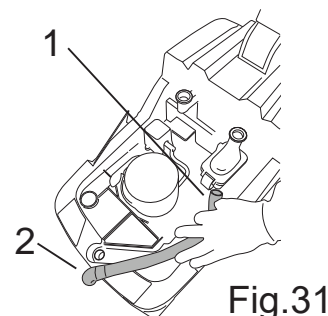

Fig.31
- Sganciare il tubo dalla valvola parzializzatrice (Fig.31-Rif.1) e dallo squeegee anteriore (Fig.31-Rif.2).